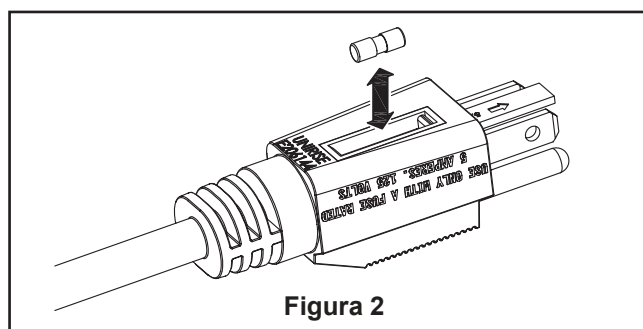

Figura 2
2. Instale la caucho en el tornillo de la pata. (Figura 2)
3. Extraiga el fusible con cuidado. (Figura 2)